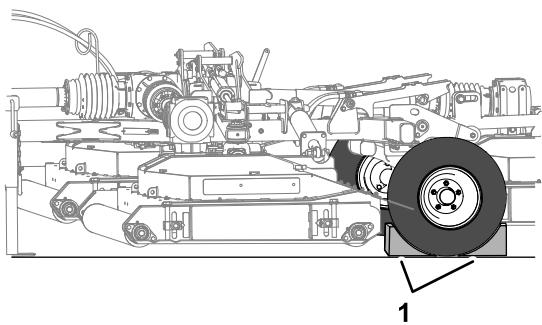

Figura 24
- Calce los dos neumáticos del cortacésped (Figura 24).